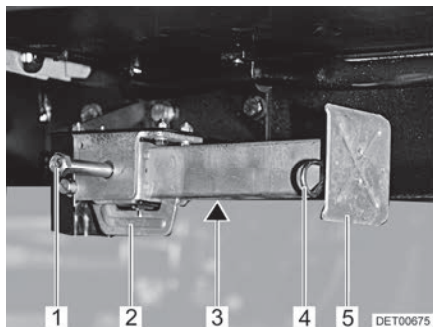

Fig. 29 Piedino di stazionamento
- Inserire la chiave a tubo nell'esagonale (Fig. 29,1) e ruotare fino a quando il piedino di stazionamento non si trova in posizione verticale verso il basso.
- Se la lunghezza del piedino di stazionamento è regolabile, sfilare la copiglia (Fig. 29,4) dal piede del prolungamento (Fig. 29,5).
- Inserire la chiave a tubo nell'esagonale (Fig. 29,1) e ruotare fino a quando il piedino di stazionamento non si stacca dal terreno.
- Spingere completamente all'interno il prolungamento dell'estremità del piedino (Fig. 29,5) e inserire la copiglia (Fig. 29,4) nel foro apposito.
- Girare sull'esagonale (Fig. 29,1), finché il piedino di stazionamento è orientato verso l'alto e la guida (Fig. 29,2) si trova proprio alla fine della scanalatura (Fig. 29,3).